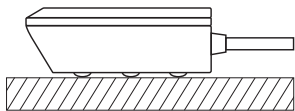

Рис. 6. Установка датчика на полу.
- Установка датчика на полу контактными пластинами вниз (см. рис. 6). Провод свободно лежит на полу. Точечные выступы на корпусе датчика не позволяют контактным пластинам касаться пола, что предотвращает ложное срабатывание датчика.